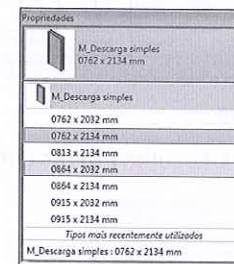

Figura 8.11 – Seleção de um tipo de porta.
1. Na aba **Arquitetura > Porta** selecione em **Propriedades** uma porta na lista de portas existentes (Figura 8.11).